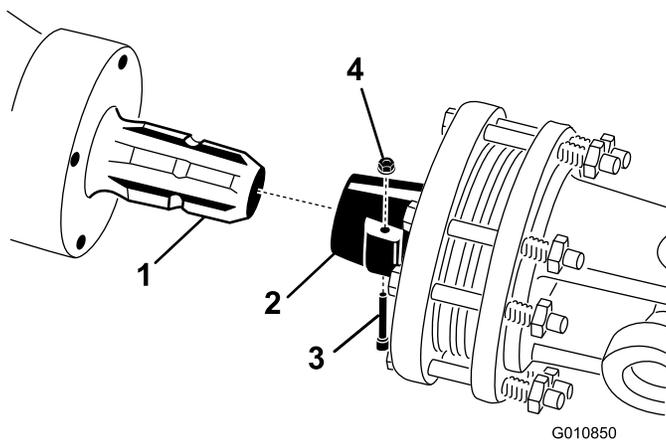

Figura 20
1. Retire o pino e a porca do veio da tomada de força (Figura 20).
2. Ligue a extremidade da embraiagem do veio da tomada de força ao eixo de entrada da transmissão do arejador com o pino e a porca previamente retirados (Figura 20). O pino é inserido apenas de uma forma.